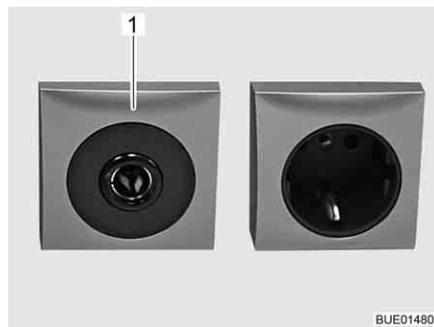

Fig. 131 Caja de enchufe 12 V/10 A
- ▷ Conectar únicamente aparatos con máximamente 10 A a las cajas de enchufe (Fig. 131,1) de la red de a bordo de 12 V.